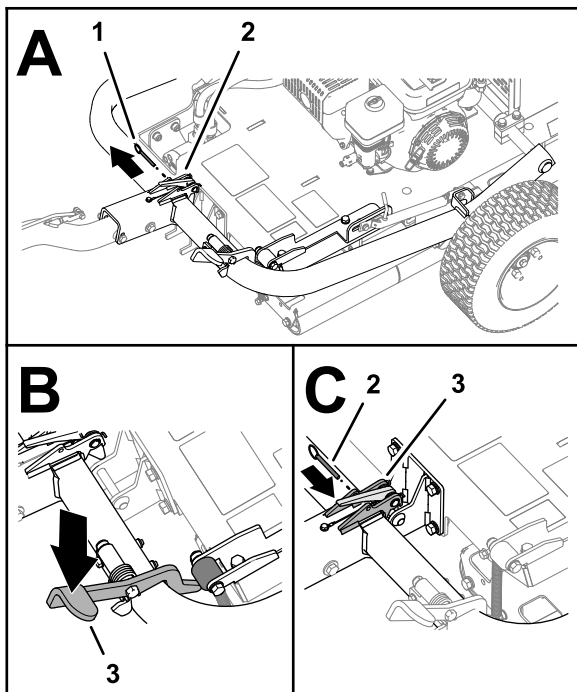

图 8
6. 如果已安装请从门锁上取下锁定销图 8。
7. 踩到挂钩踏板上直到挂钩锁入就位 图 8。
8. 将锁定销插入门锁中的孔内 图 8。